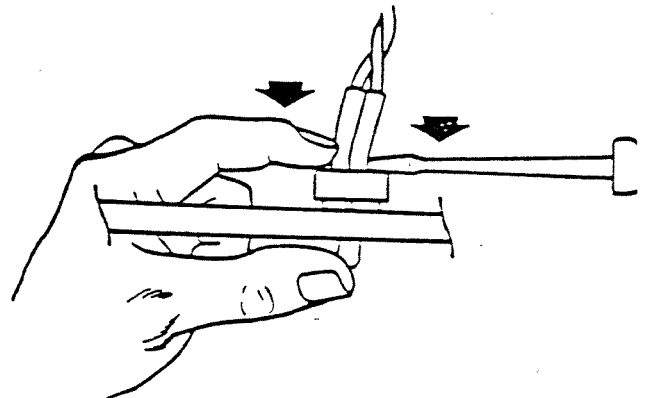

FIGURE 8
b. Schieben Sie den Haltering an der Verdrahtung herunter auf den Leuchtdiodenhalter. Drücken Sie den Haltering mit einem Schraubendreher fest (Abb. 8).